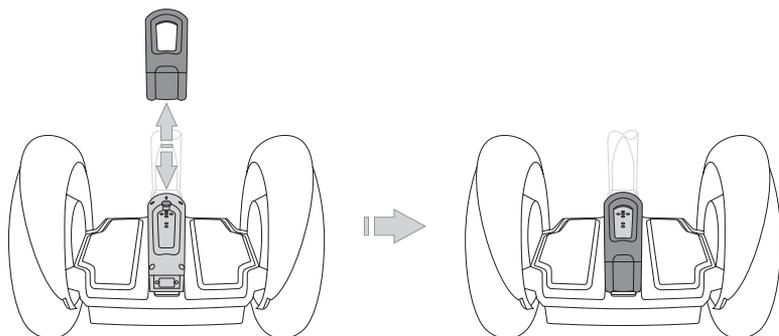

Figure 43. Retrait ou remplacement de l'habillage de la console
2. Tirez vers le haut l'habillage en plastique rigide situé sur la console et entre les tapis. Voir la **Figure 43**.